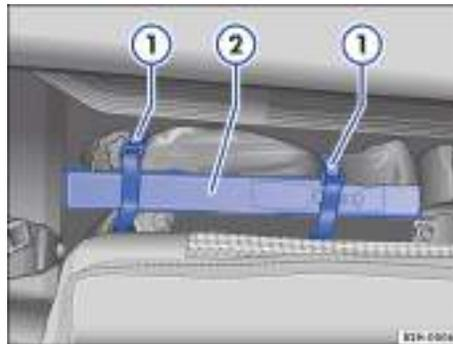

Fig. 45 Detrás del respaldo de la plaza trasera derecha: triángulo de preseñalización ②. ▶
- Suelte los cierres de velcro → fig. 45 ① y extraiga el triángulo de preseñalización ②.